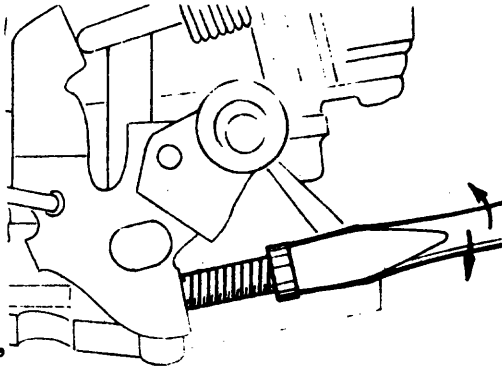

Fig. 3
- b Accione el tornillo de aceleración (fig.3), girando hasta obtener el número mínimo de revoluciones especificadas.